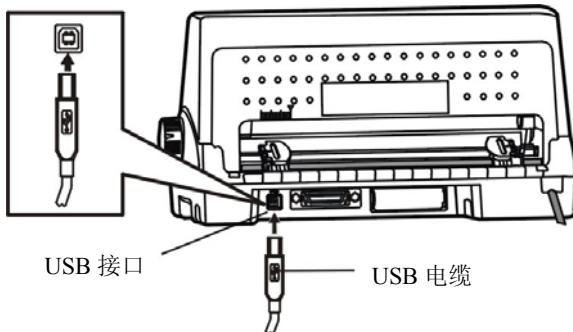
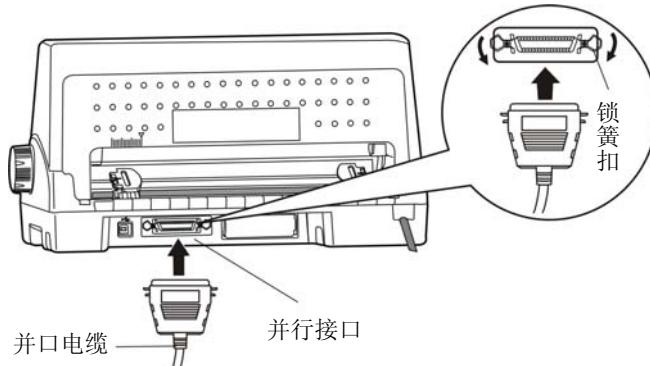
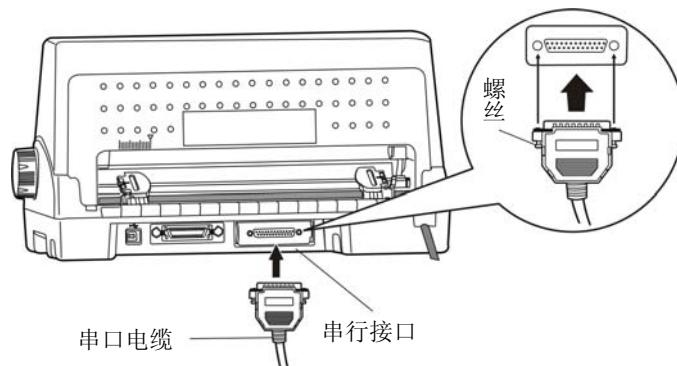
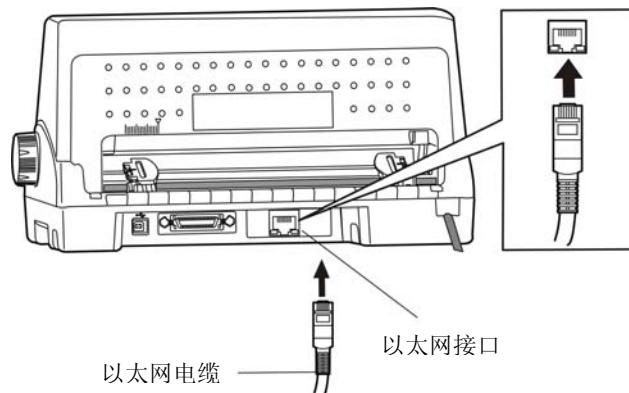

图 2-11 连接 USB 电缆
图 2-12 连接并口电缆
图 2-13 连接串口电缆
图 2-14 连接以太网电缆
本打印机可配 USB 接口、并行接口、串行接口或以太网接口（产品的具体接口配置，以实物为准）。请根据需要，用相应的接口电缆把打印机与计算机相连【如图 2-11、图 2-12、图 2-13 和图 2-14 所示】。
1. 将 USB 电缆的 A 端插头（方型）插进打印机的 USB 接口插座中（如图 2-11 所示）。
1. 关闭计算机与打印机的电源，将并口电缆插头连接到打印机的并行接口，扣上连接器两侧的锁簧扣，固定并口电缆（如图 2-12 所示）。
1. 关闭计算机与打印机的电源，将串口电缆插头连接到打印机的串行接口，拧紧两侧的螺丝，固定串口电缆（如图 2-13 所示）。
将以太网电缆的 RJ-45 水晶插头一端插进打印机的以太网接口插座中，另一端插头连接到局域网的接入端（如图 2-14 所示）。